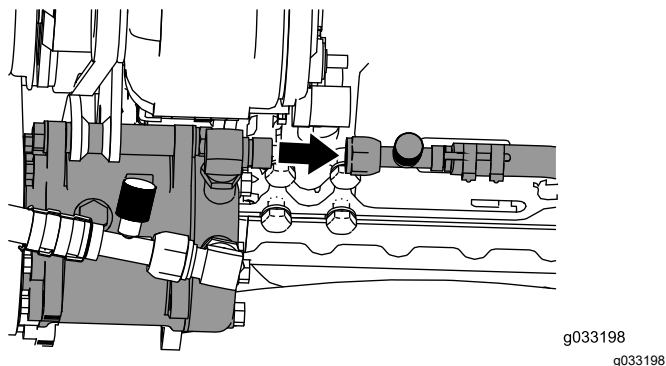

Figura 41
Nota: Accertatevi che i raccordi siano montati agli angoli mostrati in Figura 40 e Figura 41.
3. Collegate il flessibile di alta pressione dell'aria condizionata ($\frac{3}{4}$ ") dalla cabina al raccordo ad angolo retto ($\frac{3}{4}$ "), come illustrato nella Figura 41.